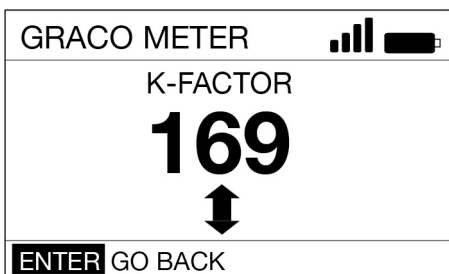

FIG. 26
8. Viene visualizzato il FATTORE K corrente. Nell'esempio mostrato in Fig. 26 il FATTORE K è 169.